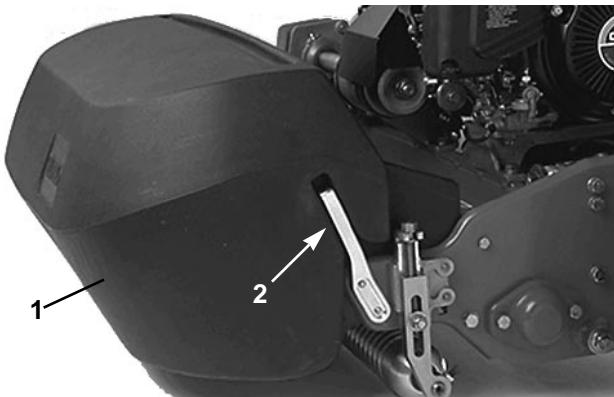

Bild 12
1. Die Fangvorrichtung am oberen Rand festhalten und in die Fangvorrichtungs-Montagestangen einschieben (Bild 12).